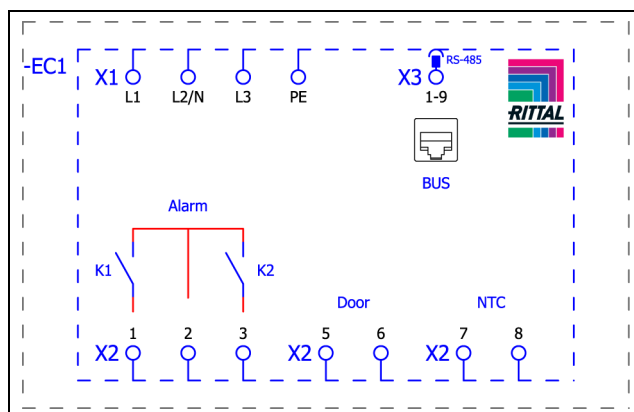
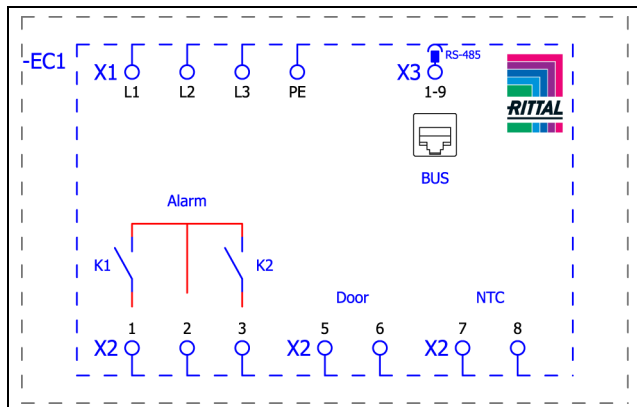

Imagen 16: Esquema de conexiones SK 3186930, SK 3187930 y SK 3185830
Imagen 17: Esquema de conexiones SK 3188940 y SK 3189940
- Utilice el conector de red de la bolsa de accesorios y realice la alimentación a red según el esquema de conexión correspondiente (imagen 16 o imagen 17).